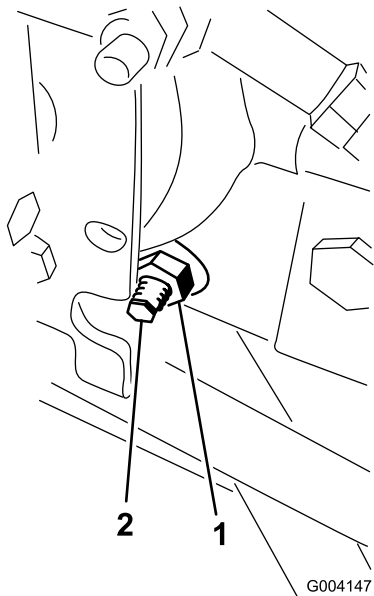

图66
- 3. 在静液压泵的右侧，松开牵引调节凸轮（图66）上的锁紧螺母。